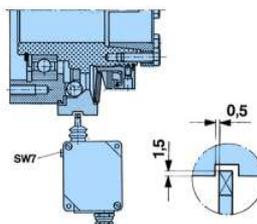
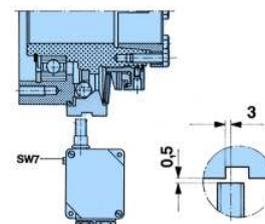

Bild 9
Bild 10
Die Schaltrichtung des Schalthebels am mechanischen Endschalters ist rechts, bei Blickrichtung auf Gehäusedeckel (siehe Bild 9). Stellen Sie die Schalterabstände für den mechanischen und berührungs-freien Endschalter nach Bild 9 bzw. Bild 10 ein. Der Abstand der Druckscheibe (3) vom Schalt-punkt kann mit einer Sechskantschraube SW 7 fein justiert werden (Bild 9 und 10).